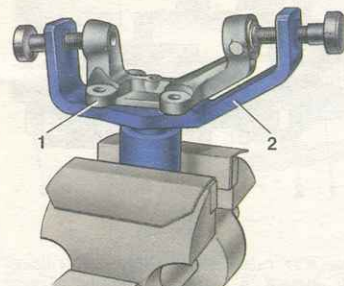

Рис. 5.23. Проверка поворотного кулака: 1 — поворотный кулак; 2 — калибр А.96008
**Поворотные кулаки.** Для проверки установите поворотный кулак на калибре А.96008 (рис. 5.23), зажатом в тисках так, чтобы поверхность его под сальник ступицы колеса совпала с отверстием калибра.